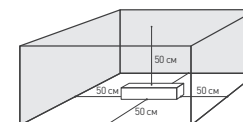

Рис. 4. Свободное пространство вокруг контроллера
- 4.2. Для соблюдения температурного режима работы обеспечьте не менее 50 см свободного пространства вокруг контроллера (см. рис. 4).